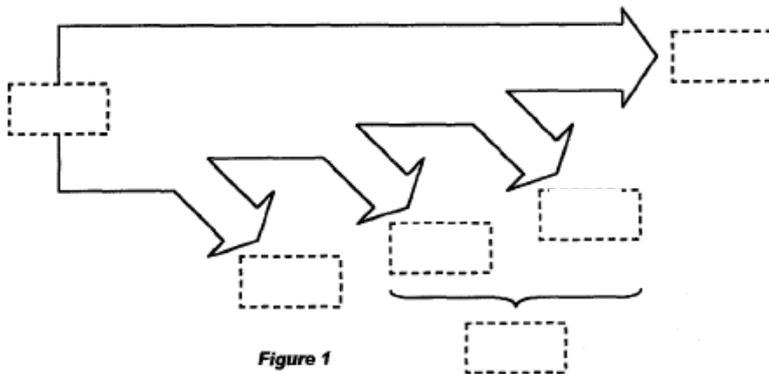

Figure 1
- 1.5. Compléter le bilan des puissances en charge *figure 1* du document-réponse n° 1 page 7/10 en nommant les puissances mises en jeu.